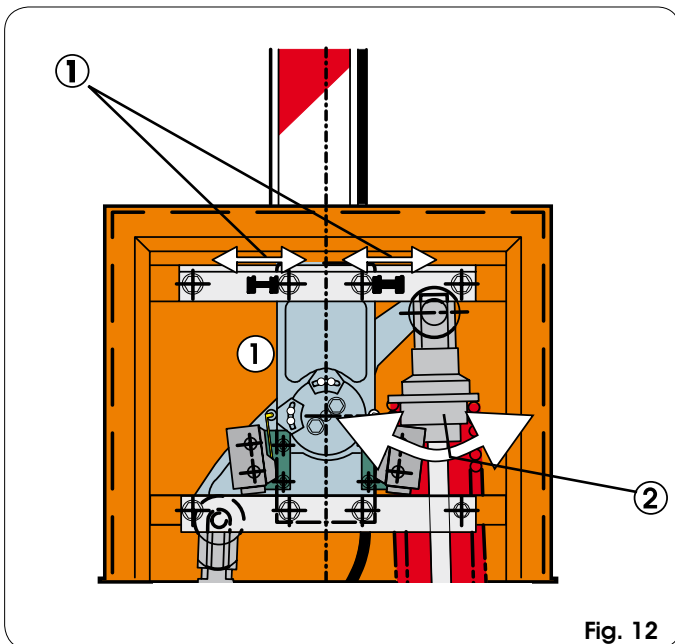

Fig. 12
- 5) Régler les arrêts mécaniques de fin de course d'ouverture et fermeture d'après la fig. 12 réf. ①. et vérifier l'équilibrage de la lisse d'après les indications fournies au paragraphe 4.4.
- 2) Si la barrière a tendance à se fermer, tourner la bague de précharge du ressort (Fig.12 réf. ②) en sens horaire; si elle a tendance à s'ouvrir, tourner en sens inverse horaire.